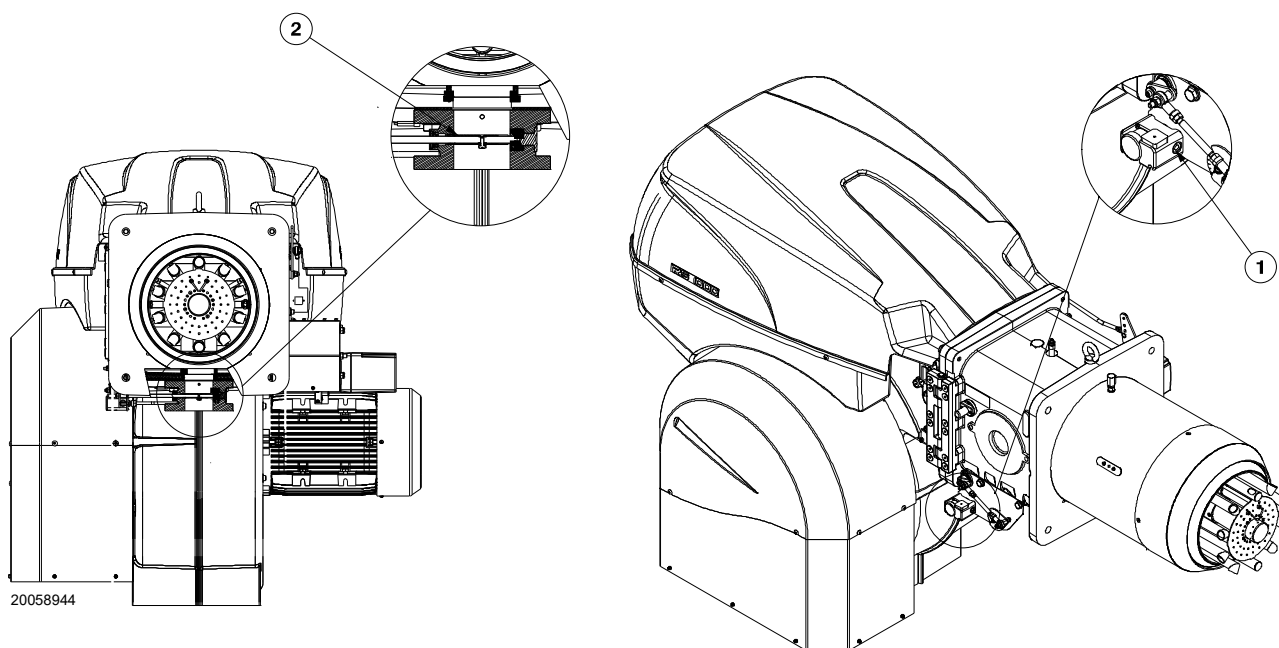

Fig. 19
Pression gaz mesurée à la prise 1)(Fig. 19 à la page 20), avec:
Perte de charge du papillon gaz 2)(Fig. 19 à la page 20) avec ouverture maximale: 90°.
- soustraire de la pression du gaz à la prise 1)(Fig. 19 à la page 20) la pression de la chambre de combustion.
Pression de gaz à la prise 1)(Fig. 19)	= 41,9 mbar
Pour connaître par contre la pression de gaz nécessaire à la prise 1)(Fig. 19), après avoir défini la puissance de modulation maximale à laquelle on désire faire fonctionner le brûleur:
- Lire sur la droite, colonne 1, la pression à la prise 1)(Fig. 19).
Pression nécessaire à la prise 1)(Fig. 19).